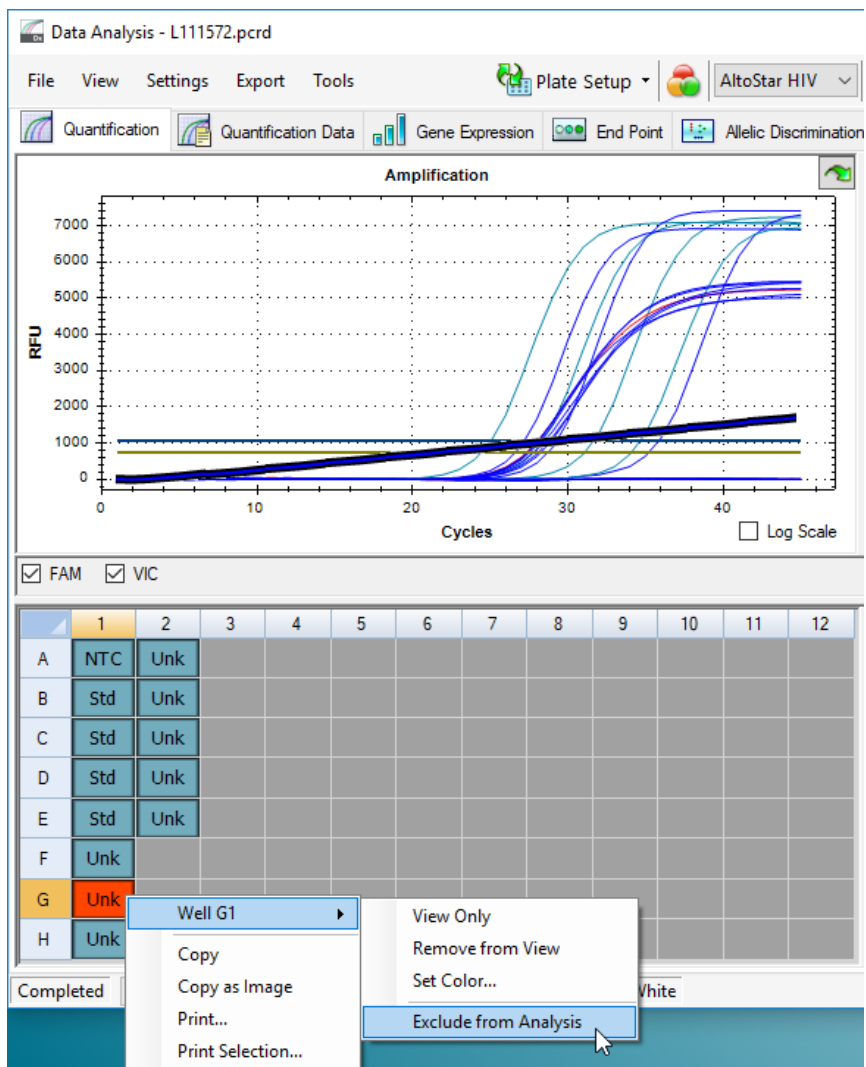

Abb. 7: Fenster Data Analysis (Datenanalyse): Well von der Analyse ausschließen
3. Klicken Sie mit der rechten Maustaste auf jedes der betroffenen Wells und wählen Sie **Well...** → **Exclude from Analysis** (Von der Analyse ausschließen) (siehe Abbildung 7).